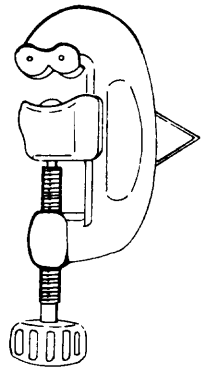

Fig. 1
- a Instale el cortador en la cañería (fig. 1).